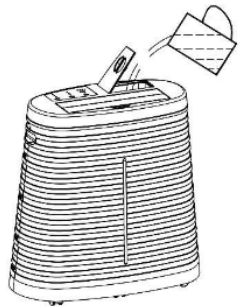

fig. 2.1
2. Entriegeln Sie den Tank und schieben Sie ihn heraus (Abbildung 2.1).